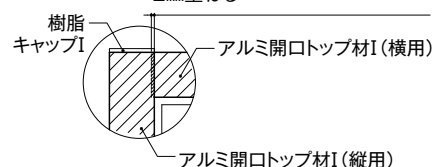

図10 アルミ開口トップ材Ⅰ(縦用)の施工
▶アルミ開口トップ材Ⅰ(縦用)をアルミ開口トップ材Ⅰ(横用)にかぶせて固定する。(図10参照)